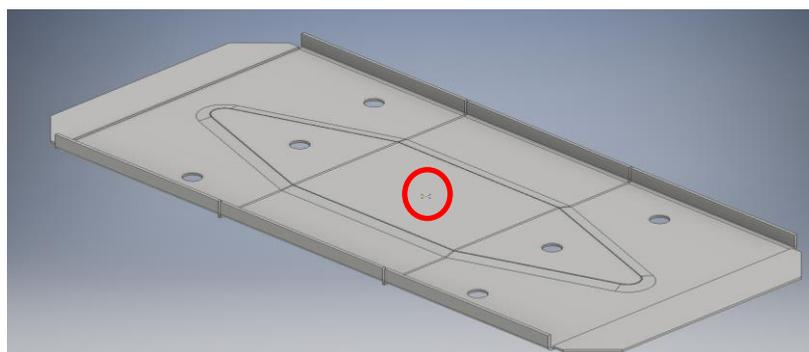

Ilustración 378. Punto sobre origen de la pieza. Escuadra de mesa.
- Aplique el comando *Agujero* ➤  *Agujero*, como en el paso anterior, quedando un resultado como el mostrado en la *Ilustración 378*.